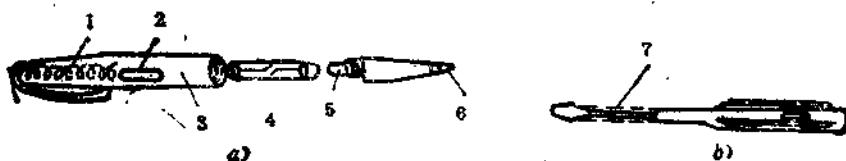

图1-2 电笔
2. 电笔 电笔是检验导线、电器和电气设备是否带电的一种常用工具。它是一种低压验电器，检测电压范围为60~500伏，有钢笔式和螺丝刀式两种，如图1-2所示。电